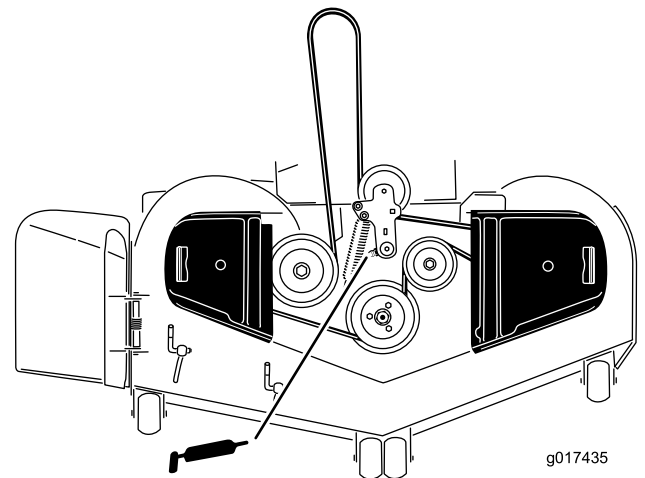

Bild 35
3. Fetten Sie das Drehgelenk der Mähwerkspannscheibe ein, bis Schmiermittel unten austritt (Bild 35).